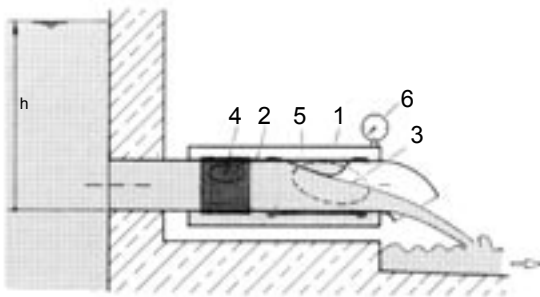

Fig. 3 : Régulateur à membrane UFT-FluidHose type U.
Le régulateur à membrane UFT-FluidHose type U est installé dans un regard séparé en liaison avec le bassin d'eaux pluviales. Il est constitué de deux tuyaux emboîtés l'un dans l'autre, voir figure 3. Le tuyau extérieur (1) est transparent, fermé, et étanche à l'air environnant. Le tuyau d'étranglement (2) est concentrique au précédent. Par débit de temps sec, l'eau traverse le régulateur avec un passage total libre.